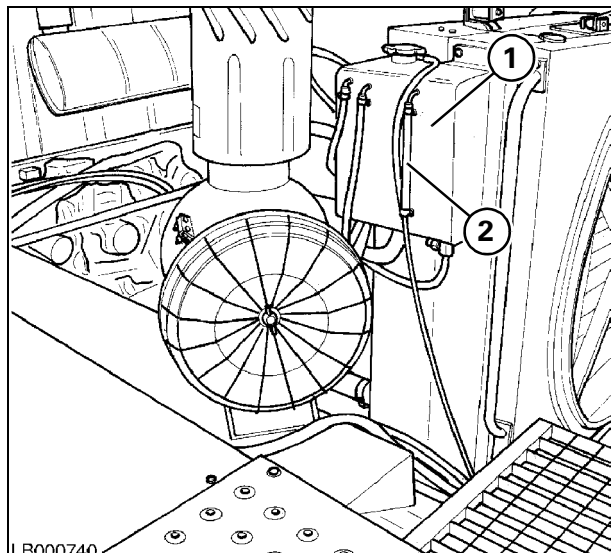

Рис. 7
3.) РАДИАТОР И РАСШИРИТЕЛЬНЫЙ БАК - Рис. 7